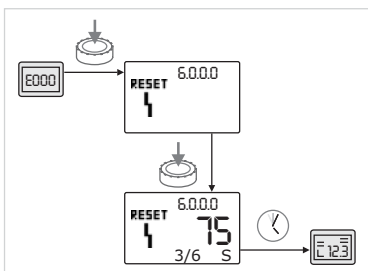

Fig. 50: Kvittering af fejltype B (X < Y)
- Hvis den aktuelle forekomst af fejlen er mindre end maksimumforekomsten (Fig. 50):